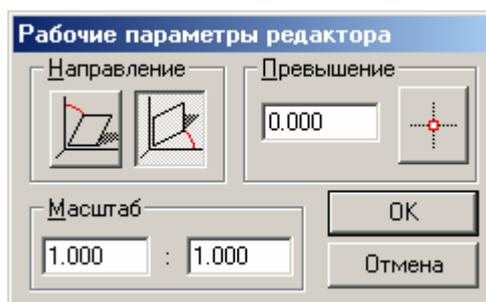

Рис. 86 Диалоговое окно инструмента **Рабочие параметры редактора**
3. Установить **Масштаб** построения **1:1** и **Превышение = 0**. Использовать для этого инструмент **Рабочие параметры редактора**  на панели **Установки редактора** (рис. 86). Данный инструмент можно также вызвать, нажав клавишу **F5**.